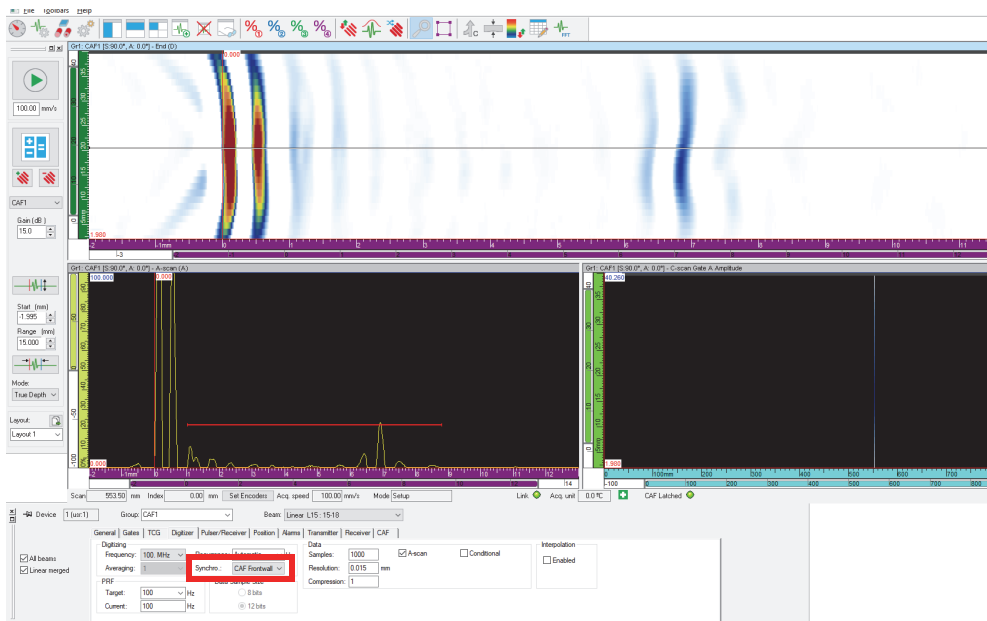

Abbildung 4-61 Synchronisierte CAF-Gruppe
- Wählen **Ultraschalleinstellungen > Digitalisierung**, synchronisieren Sie (Abbildung 4-61 auf Seite 160) die CAF-Gruppe mit dem Algorithmus und legen Sie dann den UT-Bereich fest.